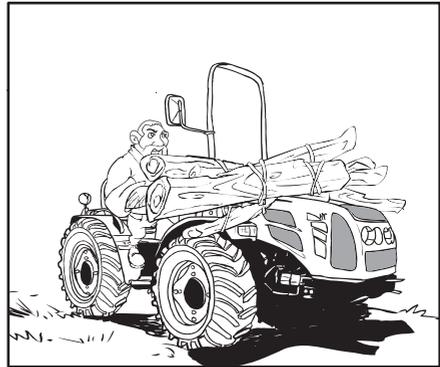

Abb. 2.13
- Ein Frontanbaugerät oder einen Anhänger nicht überlasten. Immer geeignete Gegengewichte zum Aufrechterhalten der Stabilität des Traktors verwenden (Abb.2.13).